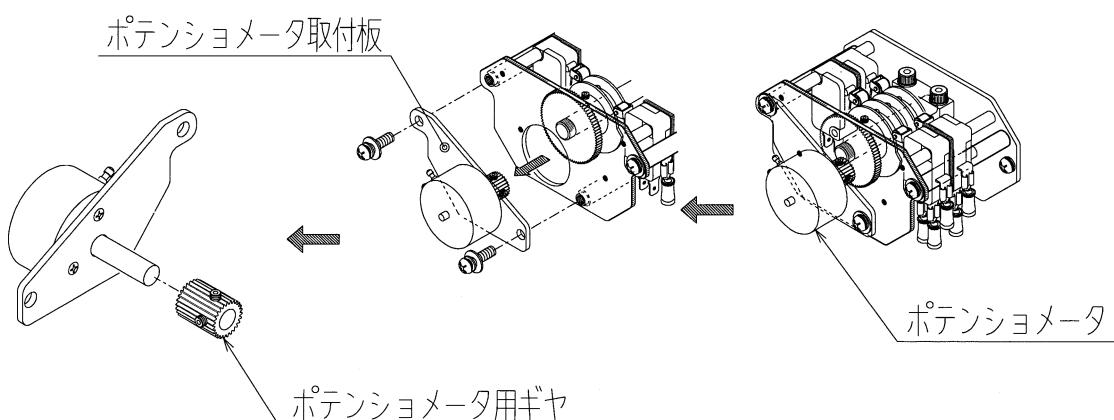

図10：ポテンショメータの取り外し
(1) ポテンショメータの交換要領（制御動作C形、巻線抵抗形ポテンショメータ 135Ω の場合）
- ①コントロールモータを電動動作で全閉位置とし電源を遮断します。
- ②コントロールモータのスイッチカバーを外します。
- ③端子箱カバーを外し、端子BM, RM, WMに接続されている外部配線を解線します。
- ④端子RM-WM間にテスタ（抵抗レンジ）をあて抵抗値を測定、記録します。
- ⑤ポテンショメータ本体の3端子に接続されているリード線色と端子番号を記録します。
- ⑥ポテンショメータの端子付近からリード線を切断します。
- ⑦ポテンショメータ取付板を取り外します。（図10参照）
- ⑧ポテンショメータに付いているギヤを取り外し、ポテンショメータを取付板から取り外します。